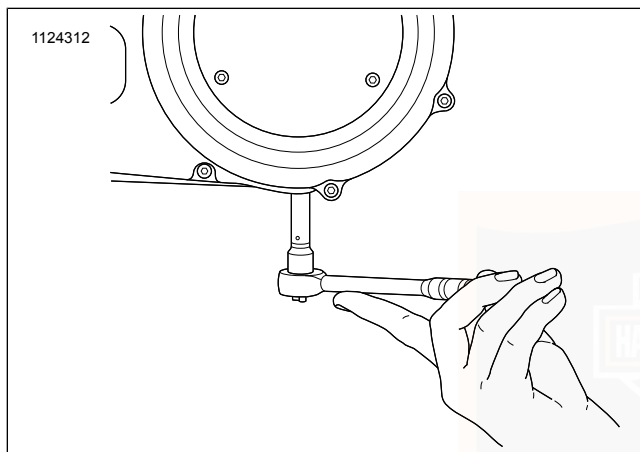

Abbildung 59. Ausbau/Einbau der Kettengehäuse-Ablassschraube
3. Siehe Abbildung 59. Das Primärkettengehäuse entleeren.